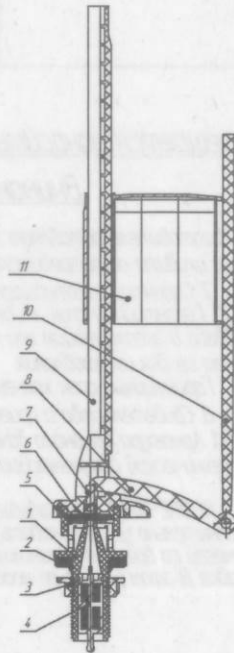

Рис. 2 Арматура наполнительная
Наполнительная арматура (см. рис. 2) по принципу действия – прямоточная (закрытие поплавком через тягу, водила и ползунок). Водила (8) с установленной на нем тягой (10), служит для закрытия и регулировки наполнения.